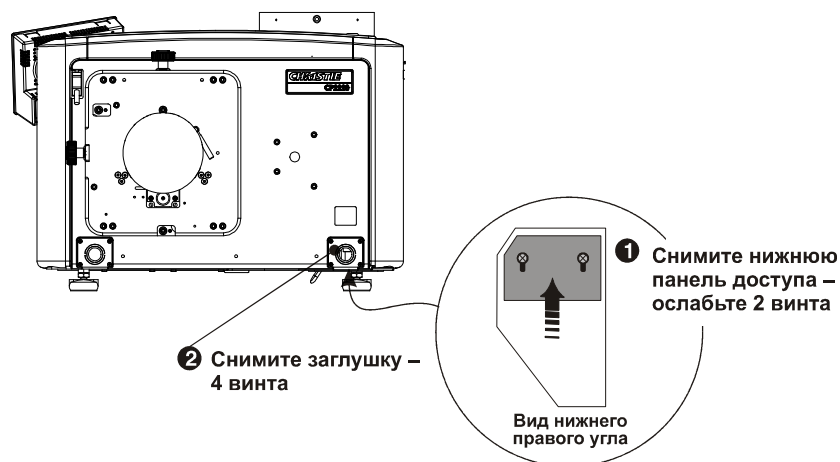

Рис. 2-10
1. В правом нижнем углу проектора располагается небольшая пластина. Ослабьте два винта и сдвиньте ее вперед, чтобы открыть доступ к расположенной под ней контактной колодке. См. Рис. 2-10.
1. В правом нижнем углу проектора располагается небольшая пластина. Ослабьте два винта и сдвиньте ее вперед, чтобы открыть доступ к расположенной под ней контактной колодке. **Рис. 2-10**